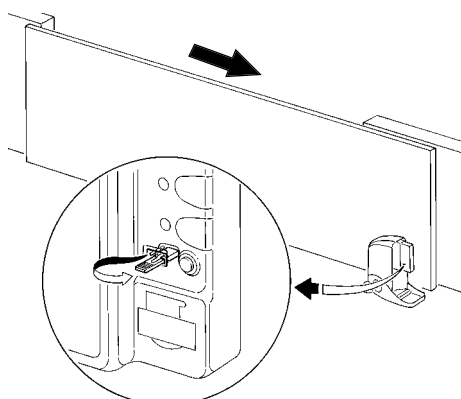

Abbildung 50
2 Die Überbrückung für die Wahl der Öffnungsrichtung je nachdem, ob der Toröffner rechts oder links angebracht ist, einstellen, gemäß den Anweisungen in Abbildung 50 oder 51.
- falls die Bewegung keine Öffnung ist, erneut die Taste drücken und die Bewegung anhalten, dann die Position der Überbrückung umkehren (siehe Abbildung 50 oder 51 auf Seite 15); danach Punkt 2 wiederholen.